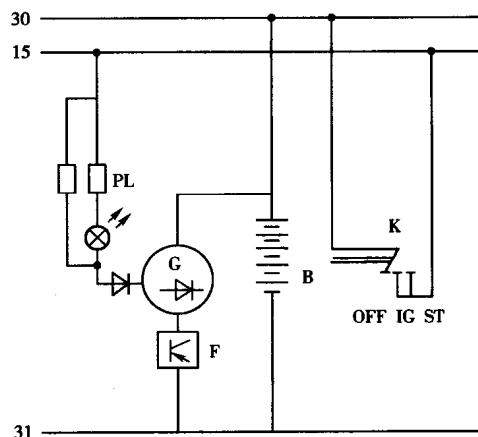

图 1-1 充电系统电路
- 充电系统电路如图 1-1 所示。
- 充电系统的组成见图 1-1 中图注。